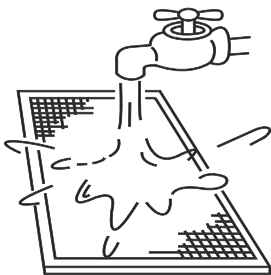

Рис. 5-14
- b. При промывке водой решетку следует располагать внутренней стороной вниз (см. рис. 5-14).